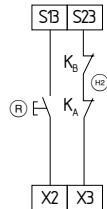
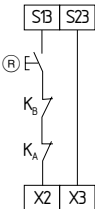

Fig. 3
Fig. 4
Control mediante dos canales, mostrado a través del ejemplo de la monitorización de un resguardo de seguridad con dos contactos A y B, por lo menos uno de ellos como contacto de apertura forzada con pulsador de rearme externo (R) (véase fig. 3).
• (R) = Circuito de realimentación
Pulsador de rearme externo con detección de flancos (véase fig. 3 y fig. 4)